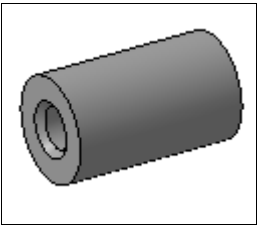

Рис. 26.24. Модель с отверстием
- ♦ в окне **Библиотека Стандартные Изделия** нажмите кнопку **Применить**. Окно закроется. В модели будет вырезано отверстие с заданными параметрами (рис. 26.24). В Дереве модели появился новый элемент **Отверстие ф12х50\2х45°-2фаски**.